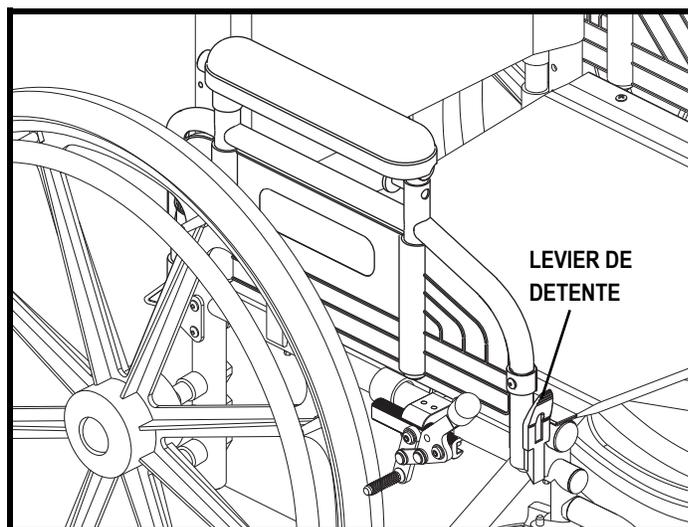

Figure 21. Accoudoirs relevables
1. Comprimez le levier de détente pour débloquer l'accoudoir. Voir la figure 21.